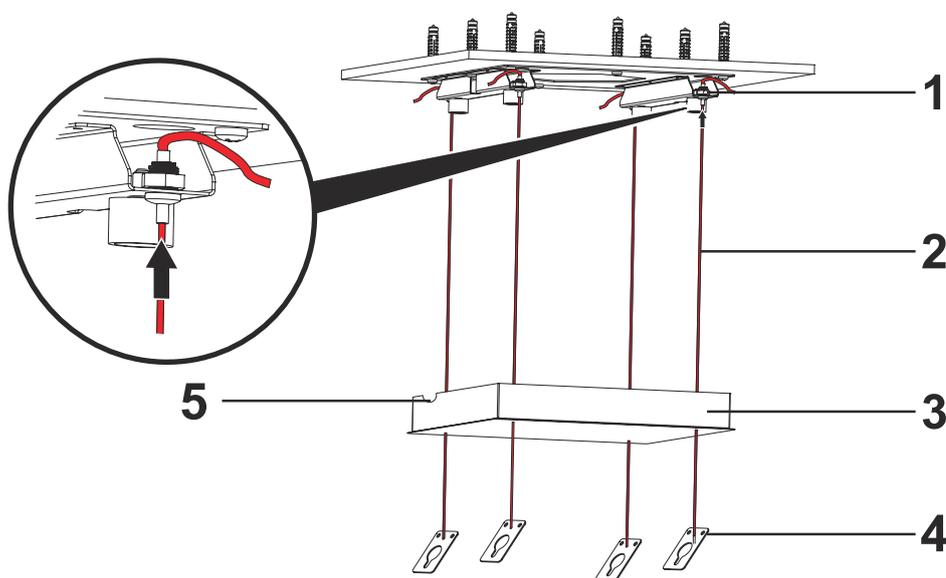

Fig. 14
1. ➤ Far passare i fili di aggancio del prodotto (2) attraverso la piastra di aggancio al soffitto (3). A questo punto, l'area di passaggio del cavo di alimentazione (5) deve trovarsi sul lato destro guardando il prodotto dalla parte anteriore (Fig. 14).
2. ➤ Far passare i fili del gancio del prodotto (2) attraverso il meccanismo di bloccaggio del meccanismo di bloccaggio del gancio del soffitto (1). Assicurarsi che tutti i fili della grucciona abbiano la lunghezza desiderata e siano uniformi (Fig. 14).